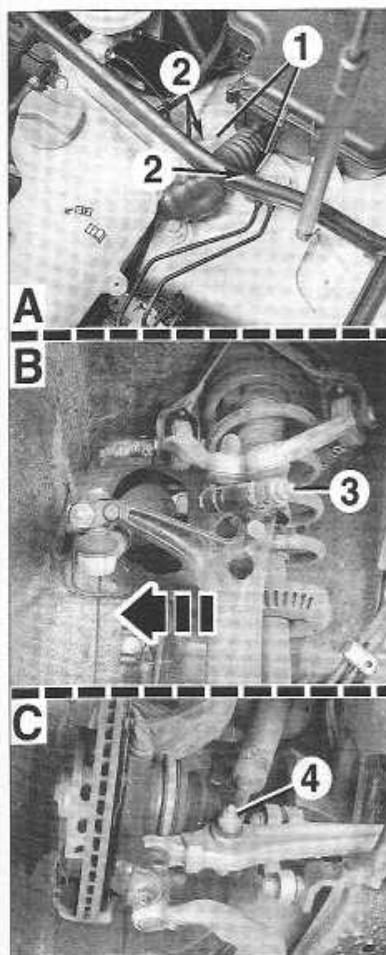

FIGURE 6-1
- Retirer les obturateurs (1) des vis de fixation dans le compartiment d'auvent (figure 6-1).
- Déposer les deux écrous de fixation supérieures (2).
- Déposer la vis de fixation (3) des bras supérieurs sur le pivot puis les désaccoupler à l'aide d'un extracteur.